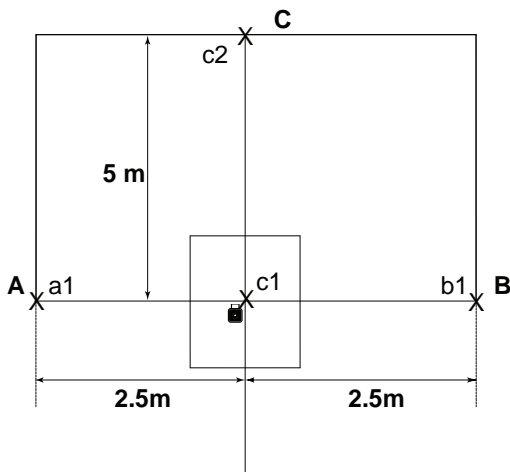

figura 7
- 4) Segnare il punto c2 sulla parete frontale C, al centro della trave verticale (vedi figura 7).